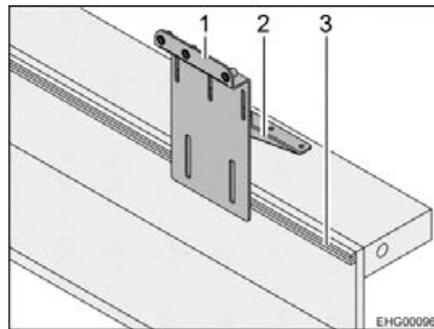

Bild 1 Ersatzradhalterung (an Verzurrutsche)
- Halterung (Bild 1,1) mit beiliegenden Flügelschrauben an Verzurrutsche (Bild 1,3) montieren.
- Winkelblech (Bild 1,2) mit beiliegenden selbstschneidenden Schrauben an Garagenrückwand montieren.